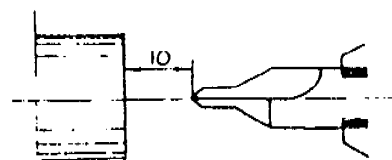

Figura 5
- c. Aproxime la broca al material desplazando el cabezal móvil (Figura 5).